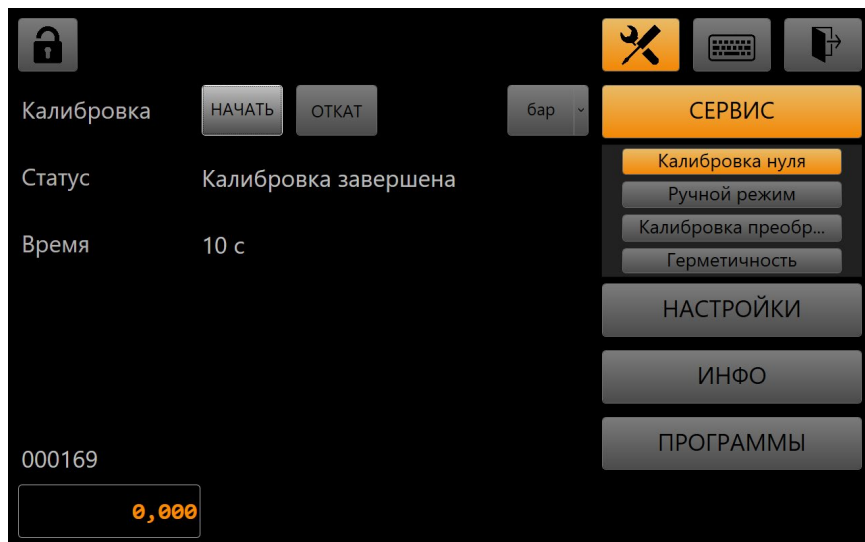

Рис. 10. Калибровка нуля преобразователей давления
2.3.5.1 Калибровка нуля преобразователей требуется, если после сброса давления показания преобразователей значительно отличаются от нулевого значения (на величину больше величины погрешности). Для калибровки нуля:  **Сервис** → **Калибровка нуля** (Рис. 10). Так же выполнить калибровку нуля можно нажав кнопку на рабочем экране **-0-** в режиме измерения.